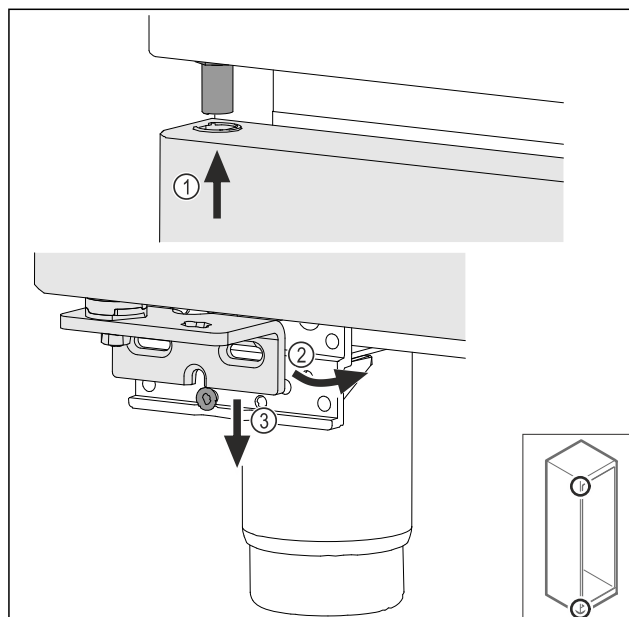

Fig. 74
- Umetnite vrata lagano nagnuta gore Fig. 74 (1), poravnajte vrata Fig. 74 (2) i dolje ih postavite na vijak podloška ležaja Fig. 74 (3).